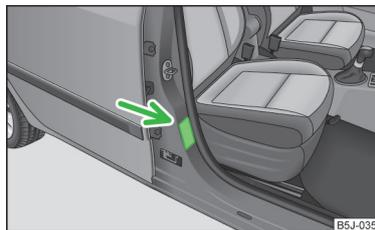

Fig. 13
- En el montante B del lado del acompañante » **fig. 13**. El adhesivo es visible al abrir la puerta del acompañante.